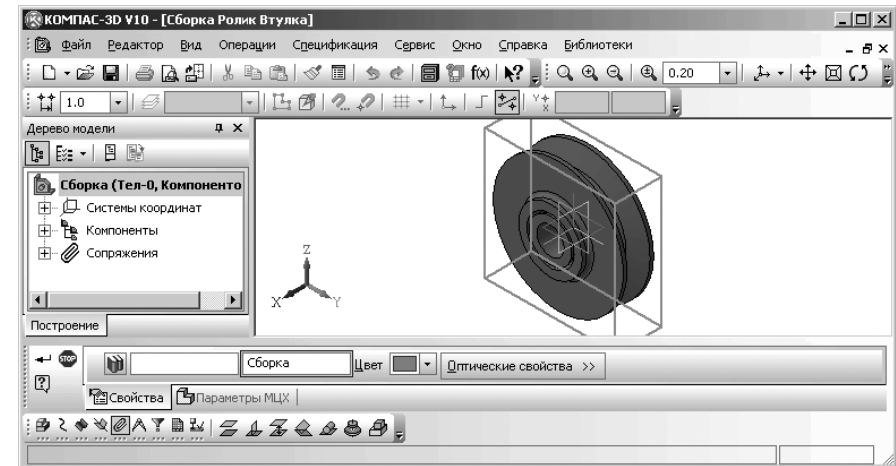

Рис. 6.126. Главное окно системы с активной **Панелью свойств: Свойства сборки**
- щелкните в контекстном меню по пункту **Свойства**. Появится **Панель свойств: Свойства сборки** (рис. 6.126).